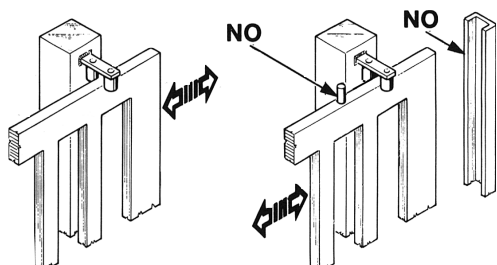

Fig. 3
Les poteaux du portail doivent avoir des glissières anti-déraillement sur la partie supérieure (Fig. 3), afin d'éviter tout décrochage accidentel.
**N.B.:** Éliminer les arrêts mécaniques du type indiqué, décrit dans la figure 3. Il ne devra y avoir aucun arrêt mécanique au-dessus du portail, étant donné que les arrêts mécaniques ne sont pas suffisamment sûrs.